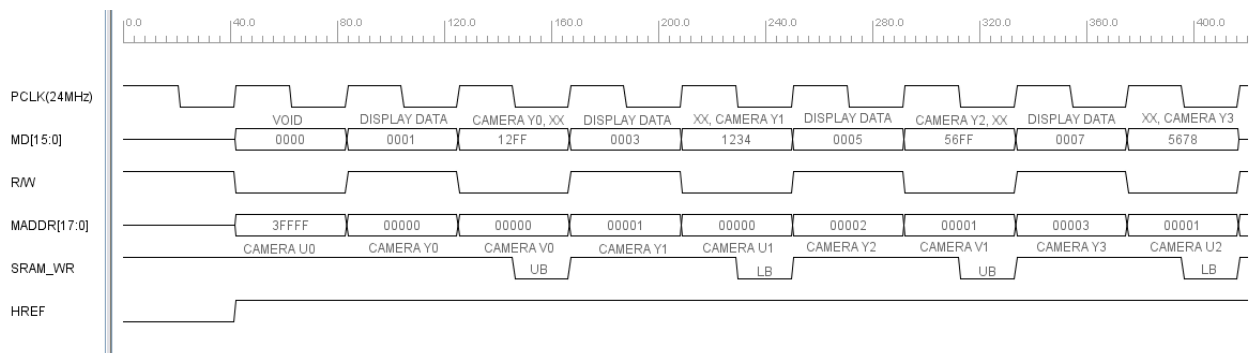

図 6: SRAM をアクセスするタイミングチャート
CMOS カメラ・ディスプレイ回路の動作タイミングの説明方法として SRAM をアクセスするタイミングを中心に説明する。2M バイト高速 SRAM は、アクセスタイム 10ns、16 ビット幅の SRAM (IS61LV25616AL) を使用している。アクセスタイムは 10ns だが、非同期動作なので、周期が 10ns クロックで動作することはできない。現実的には Spartan3E ボードの 48MHz クロックを 1/2 分周した 24MHz で使用する。Write 用のパルスは DDR レジスタにより出力される。DDR レジスタを使用することにより 1/2 クロック周期分アクティブ(0) とすることができた。SRAM のデータは 16 ビット幅なので、8 ビットの Y データを格納する際は最初に上位 8 ビットに Y データを書き込む。次の Y データは下位 8 ビットに書き込む。つまり 24MHz クロック 2 クロックに 1 回、8 ビットずつ書き込みを行う。図 6 に SRAM をアクセスするタイミングチャートを示す。
CMOS カメラに 24MHz クロックを供給し、カメラから帰ってくるのが図 6 に示す PCLK である。PCLK も 24MHz のクロックとなっている。